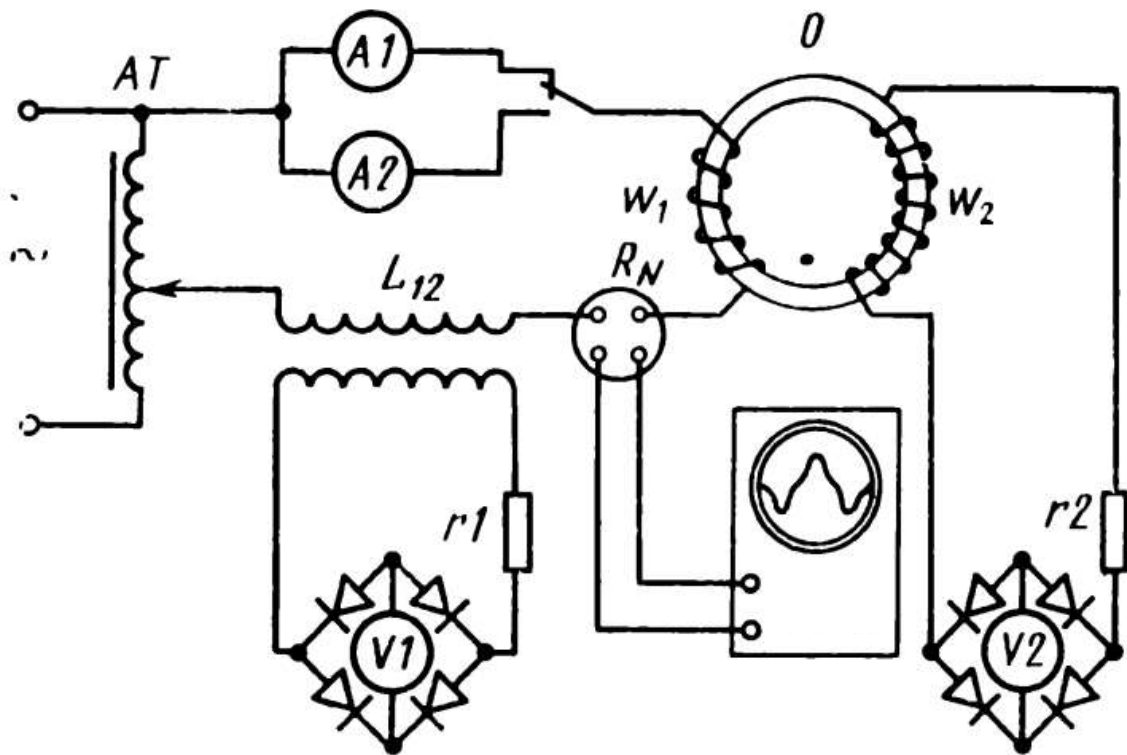
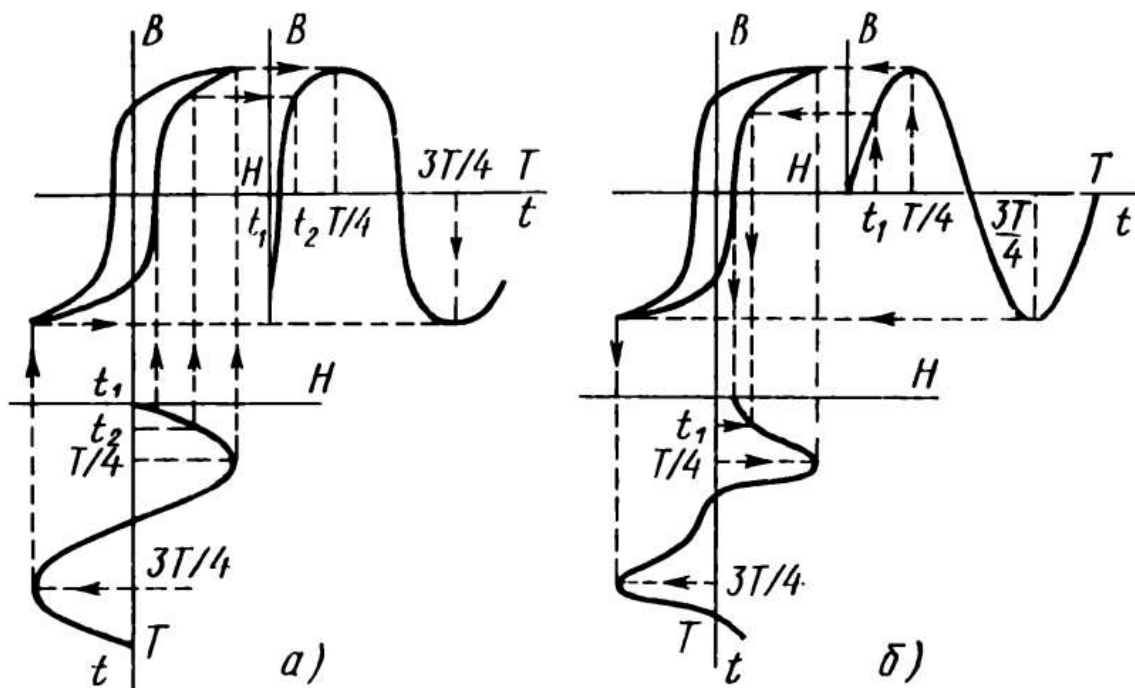

Рис. 1.
Рис. 2.
Из формулы (1) следует, что для определения кривой намагничивания в переменном магнитном поле необходимо измерять максимальные значения напряженности и индукции поля. Измерения могут быть проведены с помощью осциллографа по схеме, показанной на рис. 1.
При снятии кривой намагничивания на переменном токе большое значение имеют формы кривых напряженности магнитного поля и кривой магнитной индукции в зависимости от времени. Если бы катушка L_{12} в цепи (рис. 1) отсутствовала, то зависимости H и B от времени имели бы вид, указанный на рис. 2, а. Подключение катушки L_{12} приводит к искажению намагничивающего тока, а следовательно, и к несинусоидальному характеру зависимости H от времени (рис. 2, б). Влияние взаимной индуктивности катушек в намагничивающей цепи также приводит к искажению формы кривой магнитной индукции в средних и сильных магнитных полях.